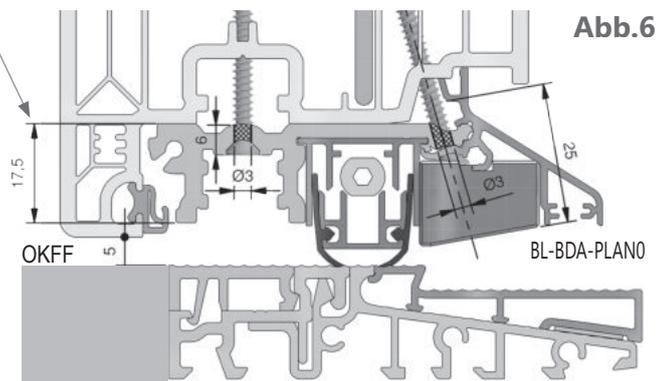

Abb. 6
- Das Adapterprofil in der Beschlagnut und am Wetterschenkel (siehe Abb. 6) mit $\varnothing 3\text{mm}$ vorbohren.